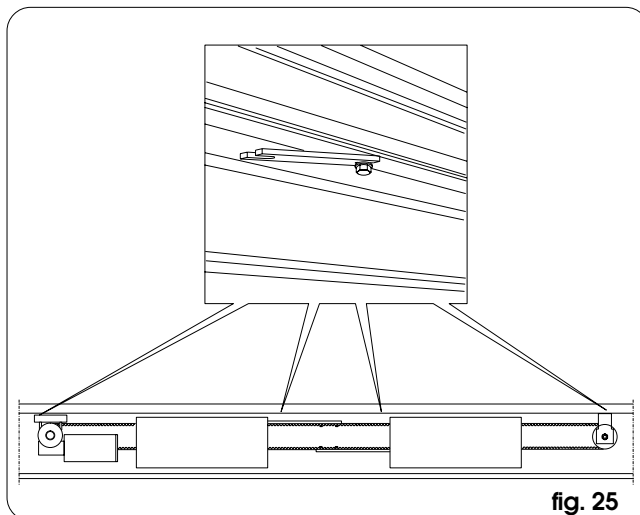

fig. 25
- Avvitare parzialmente le 4 staffe all'estremità forata utilizzando 4 viti tiranti prevedendone il posizionamento, una volta inserito il modulo di azionamento, come in fig. 25.